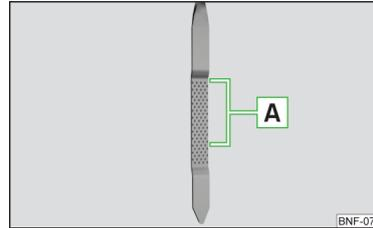

Abb. 139
Der Ölstand muss im Bereich **A** liegen » Abb. 139. Liegt der Ölstand unterhalb des Bereichs **A**, das Öl nachfüllen.
- Der Ölstand darf keinesfalls außerhalb des Bereichs **A** liegen » Abb. 139 - es besteht die Gefahr der Beschädigung des Motors sowie der Abgasanlage.